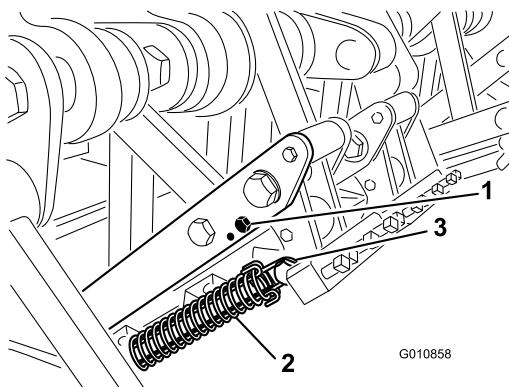

Bild 28
3. Lösen Sie die Federspannung zum Zinkenkopf (Bild 28).
4. Entfernen Sie die Anschlagschraube und den Anschlag vom Lenkerarm und setzen sie wieder in das andere Einstellloch ein (Bild 28).